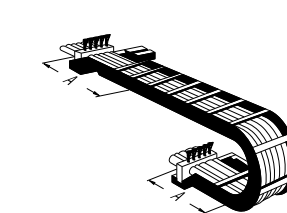

Fig. 1
- con catene portacavi corte su entrambe le estremità della catena (→ Fig. 1)